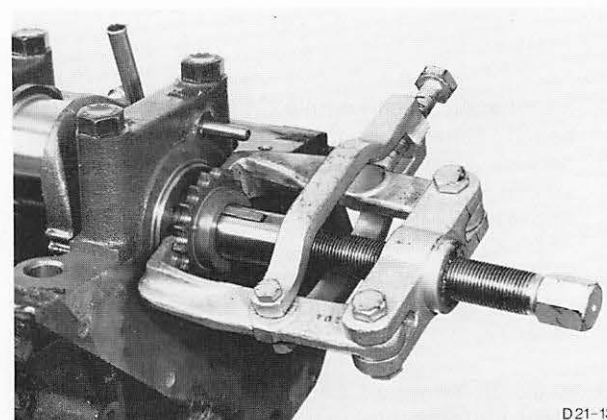

Abb. 44 Kurbelwellen-Kettenrad mit Spezialwerkzeug 21-035 abziehen
26. Kurbelwellen-Kettenrad mit Spezialwerkzeug 21-035 abziehen, Abb. 44.